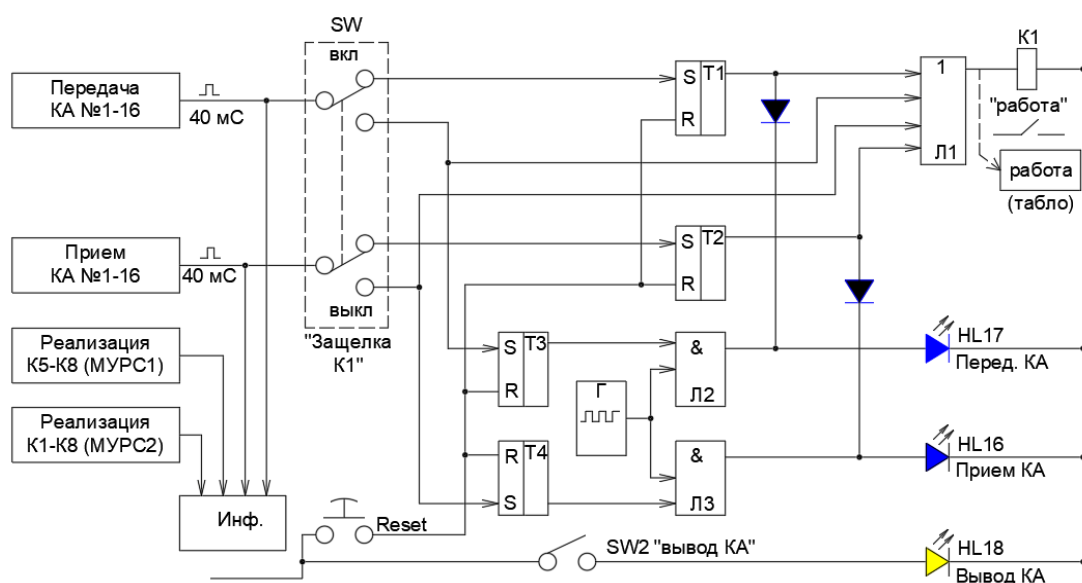

Рисунок 8.5.2 - Алгоритм сигналізації передачі/приймання КА
**Сигналізація передачі/приймання команд автоматики («робота»)** реалізована по алгоритму (рисунок 8.5.2).